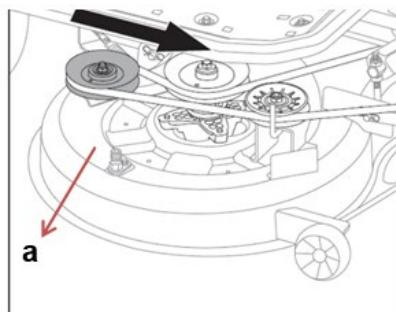

Fig.25A
5. Tirare in avanti la puleggia tenditrice (a) (rispetto alla posizione dell'operatore, vedere Fig. B) per rimuovere la cinghia dal trattorino tosaerba (Fig. 25A).